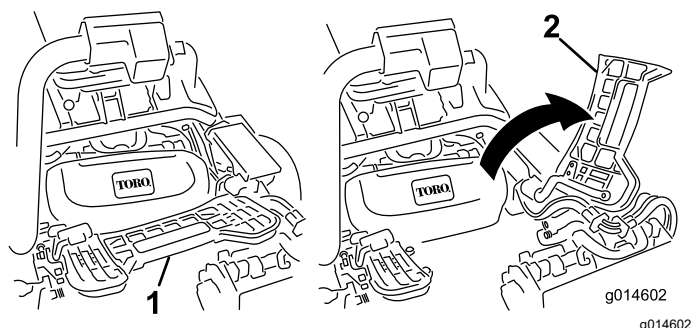

図 68
2. フットレストを跳ね上げて開き、中央カッティングユニット取り付け位置へのアクセスを確保する 図 68。